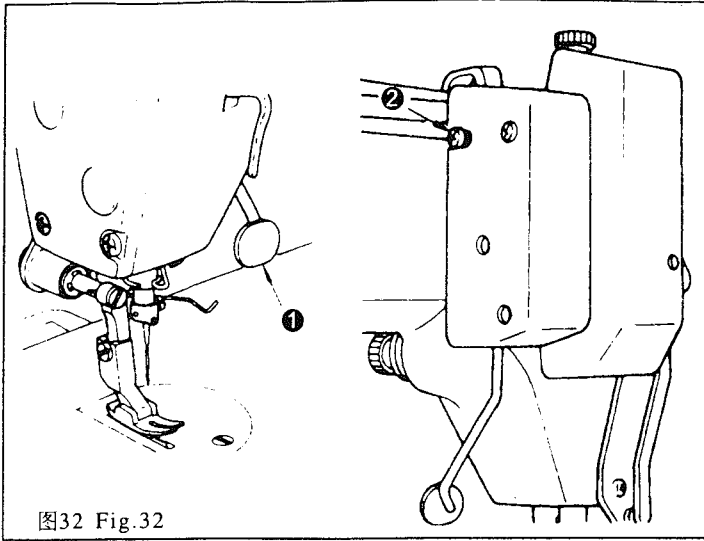

图32 Fig.32
25. 手触倒缝装置(图32)
25. ONE-TOUCH TYPE REVERSE FEED STITCHING MECHANISM (Fig.32)